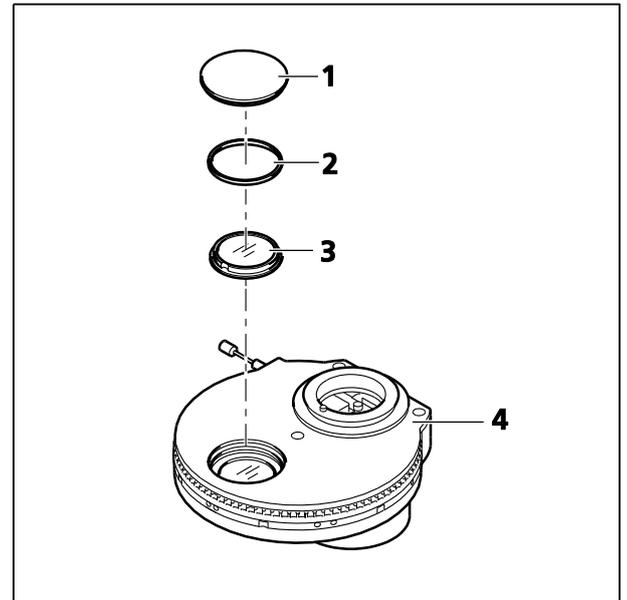

Fig. 33 Changement du prisme DIC
- Retirer le cache en plastique (Fig. 33/1) du trou de fixation sur le condenseur (Fig. 33/4).
- Dévisser la bague de retenue (Fig. 33/2) à l'aide de la plaque de montage du jeu d'outils.
- Retourner le condenseur et laisser le prisme DIC (Fig. 33/3) glisser sur une surface lisse.